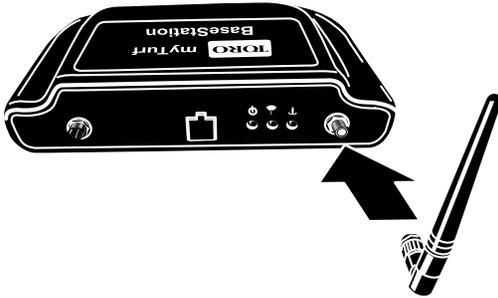

Figura 5
1. Con la antena de látigo orientada verticalmente, instale la antena de látigo en la estación base (Figura 5).